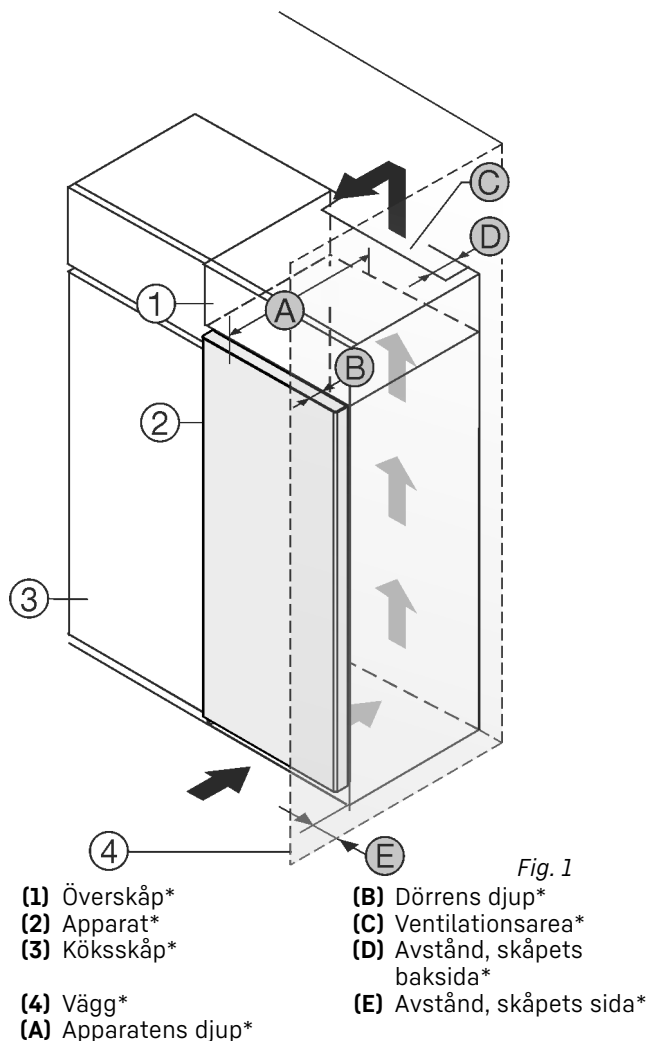

Fig. 1
Ställ apparaten direkt bredvid köksskåpet Fig. 1 (3)*
Bakom överskåpet måste det finnas en luftspalt med djupet Fig. 1 (D) längs hela överskåpets bredd.*
Under taket måste angiven ventilationsprofil Fig. 1 (C) följas.*
Om skåpet placeras med gångjärnen vid en vägg Fig. 1 (4) ska avståndet mellan skåpet och väggen vara minst 13 mm.*
Om skåpet placeras med gångjärnen vid en vägg Fig. 1 (4) ska avståndet mellan skåpet och väggen vara minst 57 mm. Detta motsvarar hur mycket handtaget sticker ut med öppen dörr.*